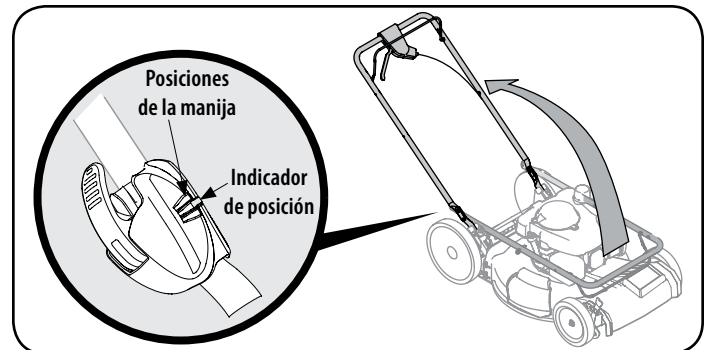

Figura 2
4. Si bien la estabilización de cortacésped por lo que no se mueve, pivote asa superior como se muestra en la Figura 2. No engarzado cable mientras levanta la palanca hacia arriba.
NOTA: Cuando levante la manija superior asegúrese de que el indicador de posición esté alineado con una de las tres posiciones de la manija. Vea el recuadro de la Figura 2.